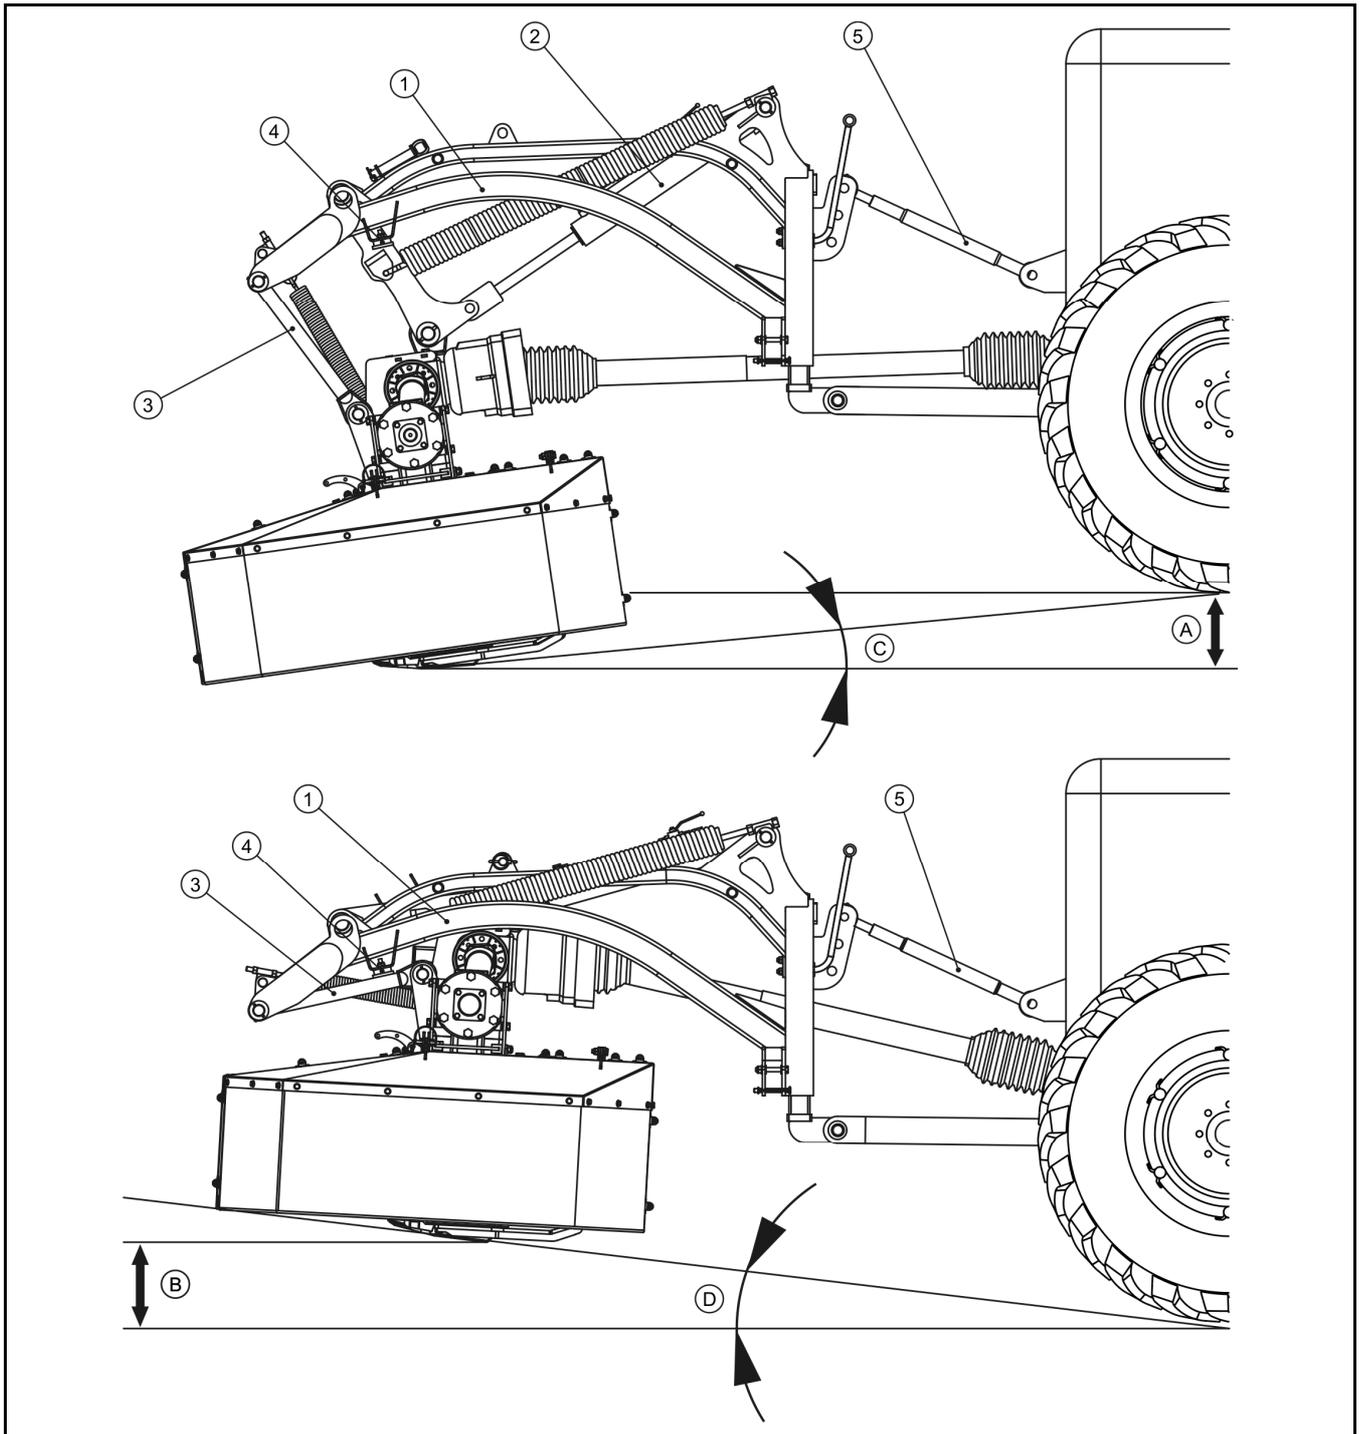

ABBILDUNG 4.6 Arbeitspositionen der Frontmähdmaschine
(1) Aufhängerahmen, (2) Hydraulikzylinder, (3) Zugstangen, (4) Gummipuffer, (5) obere Zugstange, (A), (B) Verschiebung der Schneideinheit, (C), (D) Schwenkwinkel des Mähbalkens.
Wenn sich der Boden vor der Mähmaschine nach vorne neigt, bewegt sich die Schneideinheit in Bezug auf den Rahmen (1) nach unten (ABBILDUNG 4.6). Bei dieser